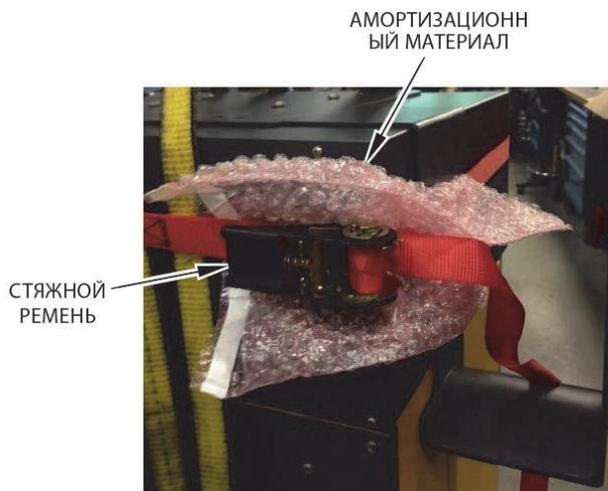

Рисунок 1-4 Защита поверхности контроллера
5. Поместите ткань или другой прокладочный материал между стяжным ремнем и контроллером, чтобы на поверхности не было потертостей и царапин. См. Рисунок 1-4.